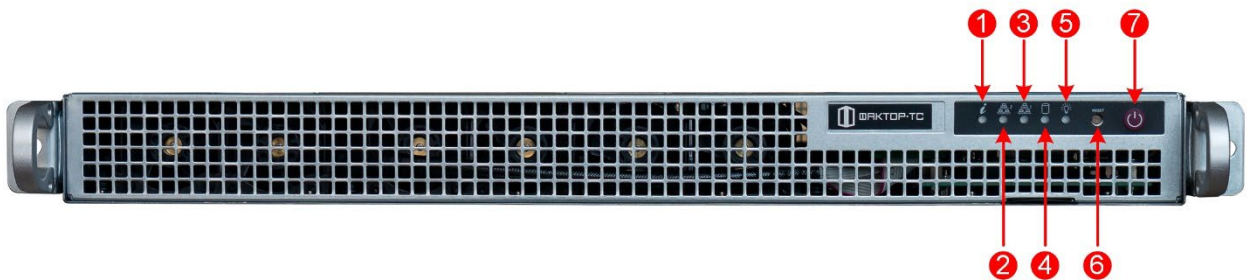

Рисунок 3 – Внешний вид изделия спереди.
1.3.2 Световая индикация аппаратной платформы НКБГ.465614.752-02 (см. рисунок 3) предназначена для осуществления контроля его работоспособности при различных режимах работы.